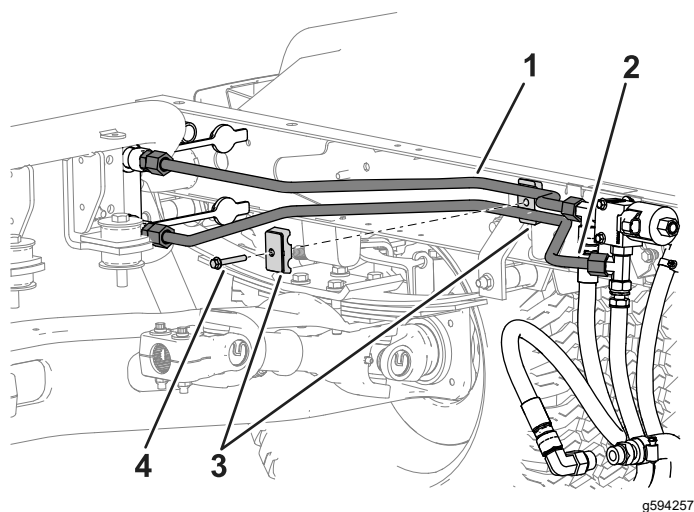

Figura 14
2. Montate, senza serrarlo, il condotto idraulico rigido a quattro gomiti sulla parte superiore del giunto ad accoppiamento rapido e sul raccordo a T inferiore della valvola (Figura 14).
3. Fissate i condotti rigidi con il serratubi e un bullone (5/16" x 1 1/2"), come illustrato nella Figura 14.